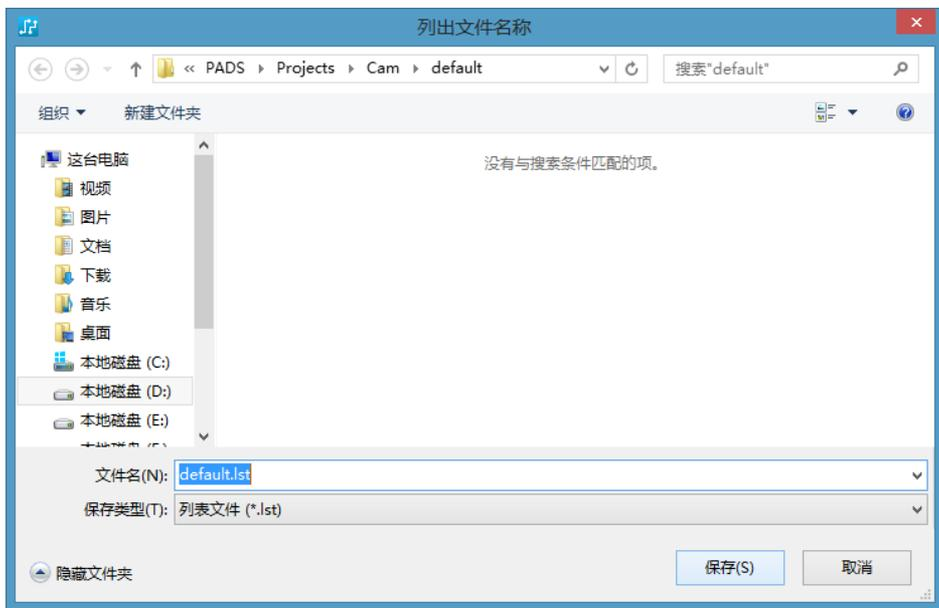

图 16-5 “列出文件名称”对话框
(11) 孔径报告 该按钮用于将所有的 CAM 输出光码文件的数据合成一个光码表文件在“CAM 预览”窗口中显示。
(12) 列表 在“文档名称”列表框中选择任意一个 CAM 文件，单击“列表”按钮，弹出如图 16-5 所示的对话框。单击“保存”按钮，弹出如图 16-6 所示的记事本，显示所有 CAM 文件的名称和类型。